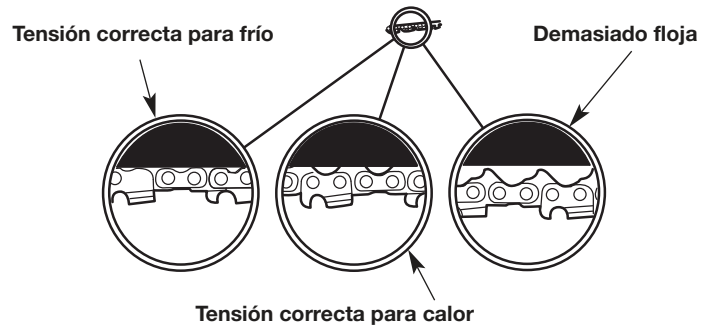

Fig. 27
La tensión de cadena deseada depende de la temperatura de la cadena de la sierra (Fig. 27).
- Tensado de cadena fría - La cadena de la sierra deberá encajar justo contra la parte inferior de la barra guía. No debe haber ninguna flojedad (Fig. 27).